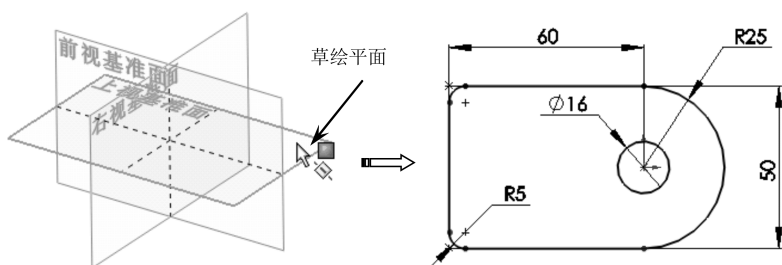

图 1-73 绘制阀体底座草图
- 02 在【特征】选项卡中单击【拉伸凸台/基体】按钮^①,选择上视基准面作为草绘平面,并绘制出阀体底座的截面草图,如图 1-73 所示。